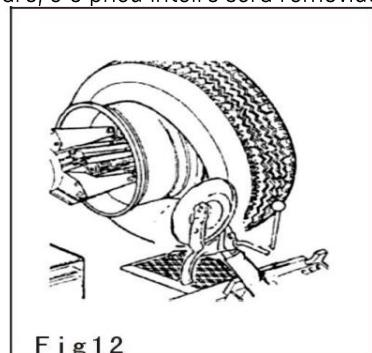

Fig 12
18. Mova o suporte da ferramenta para dentro do pneu e apoie firmemente o disco de rompimento da borda circular contra a borda do pneu. Gire a roda no sentido anti-horário, fazendo com que a borda interna do pneu se solte completamente do aro, e o pneu inteiro será removido (como mostrado na Fig. 12).